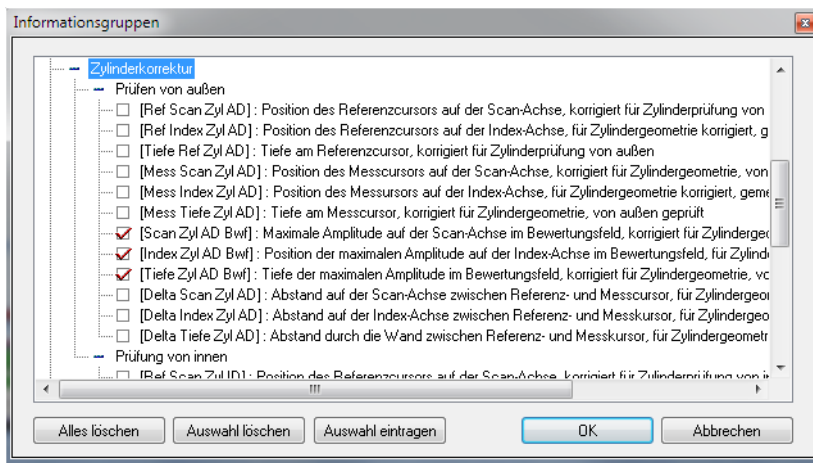

Abbildung 7-67 Auswahl von Parametern für die Prüfung von außen
1. Vergewissern Sie sich, dass zumindest der rote Referenzkursor in der Seitenansicht (B) angezeigt wird, bevor die Zylinderkorrektur aktiviert wird.
2. Wählen Sie in einer Vk-Seitenansicht (B) die zutreffenden Informationsfelder (AD- oder ID-Prüfung) wie folgt aus:
- a) Klicken Sie auf Vk-Seitenansicht (B), um sie zu aktivieren.
- d) Klicken Sie auf **Group 3** und dann auf **Zylinderkorrektur** (siehe Abbildung 7-67 auf Seite 432).
- e) Klicken Sie auf **Zylinderkorrektur** und wählen Sie die zutreffenden Kontrollkästchen aus (siehe Beispiel in Abbildung 7-67 auf Seite 432, in dem eine Auswahl von Parametern für OD-Prüfungen gezeigt wird).